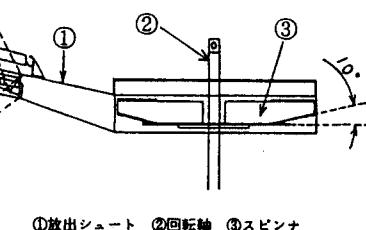

図2 敷布ユニットの概要
- 散布幅・到達距離の調整は、放出シート先端の角度を変えて行う(図2)。